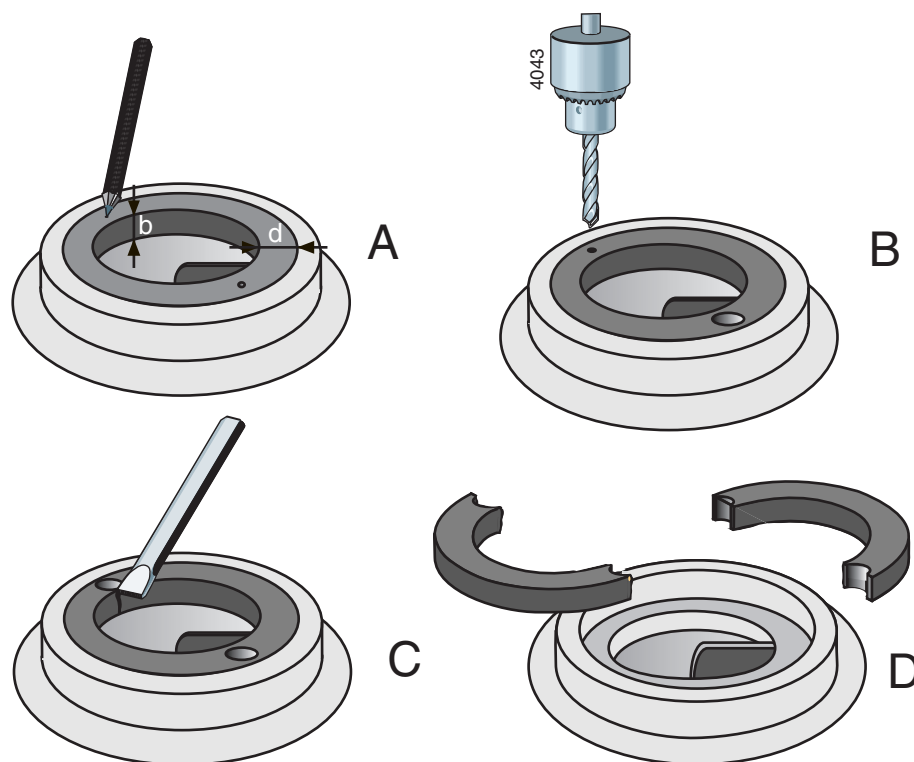

Рисунок 14: Извлечение компенсационного кольца
- 1 Измерьте толщину (d) и ширину (b) кольца, см. рисунок 14 А.
- 2 Прodelайте центрующие отверстия посередине кромки кольца в двух противоположных точках, см. рисунок 14 В.
- 3 Пользуясь сверлом с диаметром несколько меньшим, чем толщина кольца d), просверлите в кольце два отверстия, см. рисунок 14 С. Глубина сверления не должна превышать ширину кольца (b). Старайтесь не повредить установочную фаску корпуса насоса.
- 4 Пользуясь зубилом, вырубите оставшуюся часть толщины кольца. Теперь кольцо можно разделить на две части и извлечь его из корпуса насоса, см. рисунок 14 D.